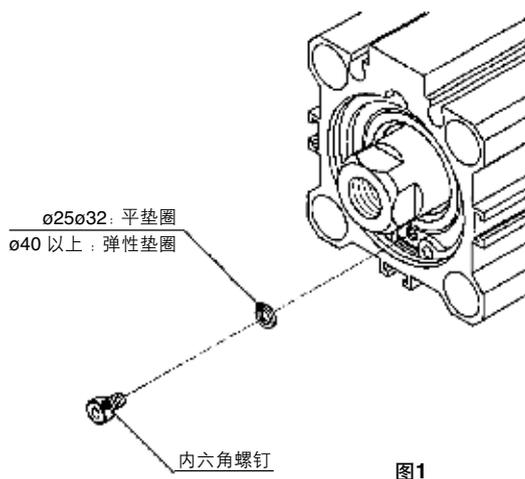

图1
- ③取下内六角螺钉【仅限于 $\phi 25$ 以上】(图1)